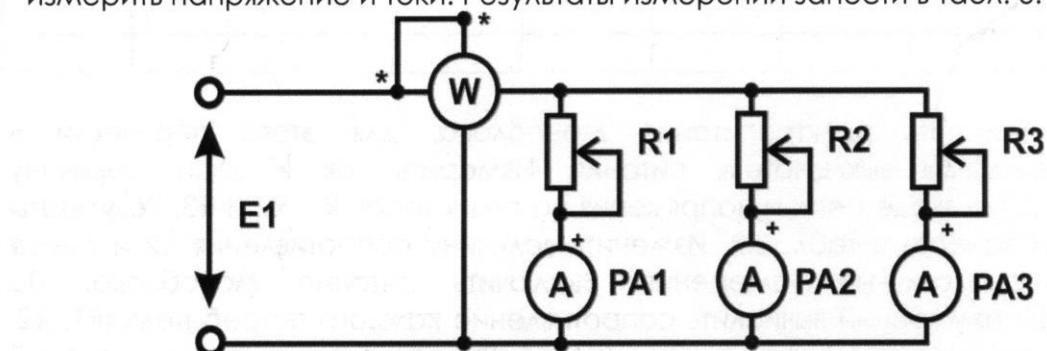

Рис. 3.2 Изучение линейной электрической цепи постоянного тока с параллельным соединением элементов.
3.4. Собрать линейную цепь с параллельным соединением резисторов (рис. 3.2), подключив только резистор R1. После проверки собранной цепи включить моноблок. Установить в соответствии номером варианта (табл. 3.3) величину номинального сопротивления резистора R1. Измерить напряжение и токи в цепи. Результаты измерений занести в табл. 3.4. Подключить в схему резистор R2, установить значение сопротивления из табл. 3.3, снова измерить напряжение и токи в цепи. Аналогично подключить третий резистор R3 и измерить напряжение и токи. Результаты измерений занести в табл. 3.4.